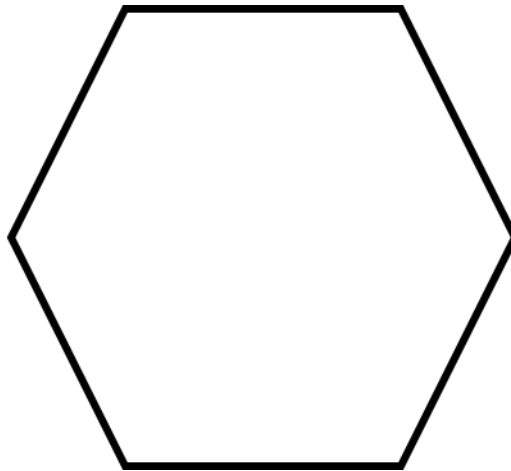

Abbildung 1
- b) Skizzieren Sie das entstehende Gefüge in das ehemalige Austenitkorn in **Abbildung 1**. Nennen Sie die Gefügebestandteile und die ungefähren Kohlenstoffgehalte. (2 Punkte)